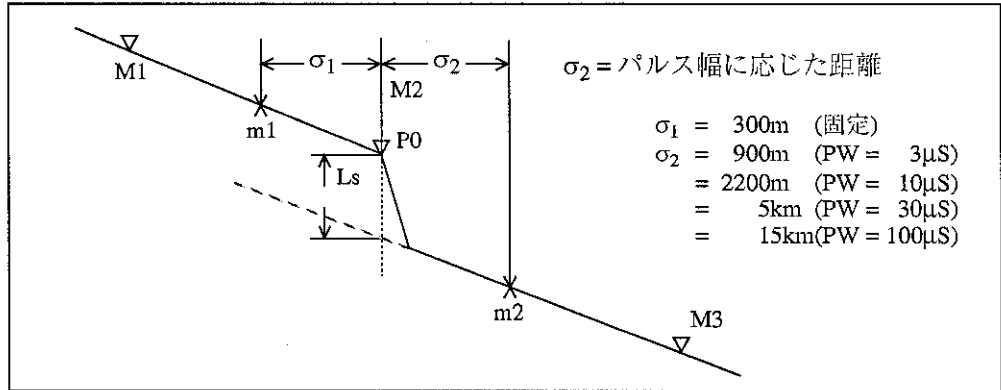

図 3-15 スプライス・ロス表示の測定
- ① 図 3-15 のように M2 をスプライス点の変化点に設定し、M1, M3 マーカを、スプライス点を中心に両方のファイバの任意点に設定します。
- ② ①の操作でマーカが設定されると、内部では最小自乗法を用いて演算を行うために M2 を中心に距離 σ_1 の所に m1、 σ_2 の所に m2 というポイントを作ります。m1, m2 は画面上に X と表示されます。
- ③ M1-m1 間および M3-m2 間のデータからの最小自乗近似による延長線の M2 マーカとの交点を P0, P1 とし、P0, P1 のレベル差をスプライス・ロスとします。
- ④ M3 を設定した後に MARKER SELECT キーを押すと、M1, M2, M3 のすべてにカーソルが表示され、間隔を固定したままマーカを移動させることができます。